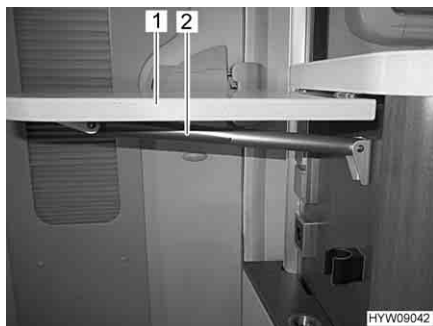

Fig. 92 Tavolo ribaltabile su bancone
- Afferrare in basso il tavolo ribaltabile su bancone (Fig. 92,1) e tirandolo leggermente estrarlo dall'incastro.
- Orientare il piano del tavolo verso l'alto, fino all'aggancio dell'elemento di fissaggio del supporto telescopico (Fig. 92,2). Rilasciare il tavolo ribaltabile.